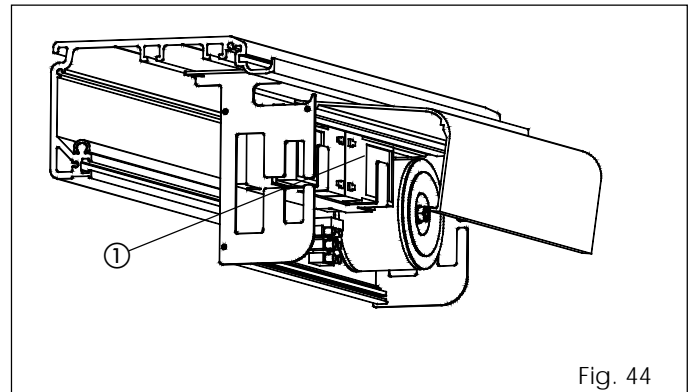

Fig. 44
In caso di porte due motori, alloggiare le batterie tampone all'interno del contenitore del trasformatore (fig. 44 rif. ①).